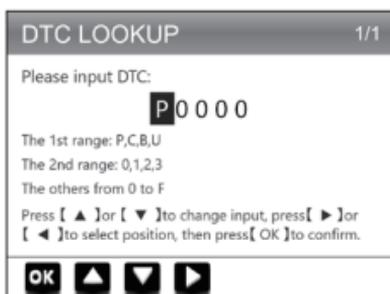

Figura 6.1.2
1. Seleccione PESQUISA e prima [OK] para aceder a esta função. (Veja Figura 6.1.2) Pressione as teclas de seta (Para cima e Para baixo) para alterar a entrada, então pressione novamente as teclas de seta (Esquerda e Direita) para seleccionar a posição. Premir [OK] para confirmar.